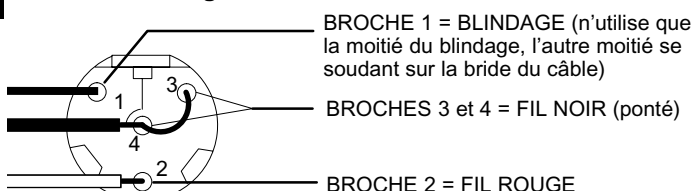

FIGURE 4
4. Une fois le câble passé dans le trou de sortie par le bas de la surface de montage, remonter le connecteur miniature 4-broches (Figure 4).